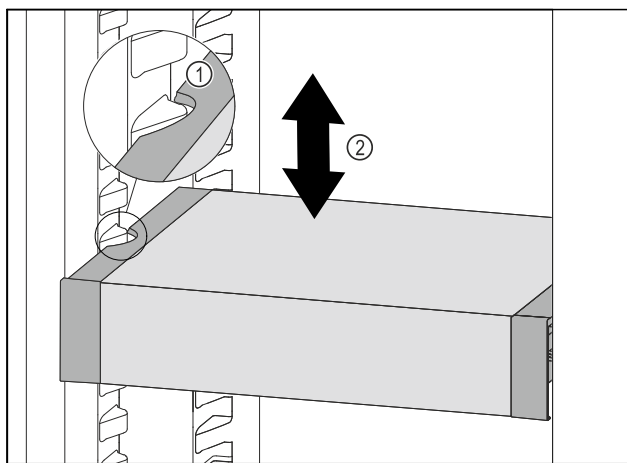

Fig. 105
- Træk VarioSafe fremefter, indtil udsparingerne i siden på VarioSafe er på niveau med beholderribben i kølesektionen. Fig. 105 (1)
- Flyt VarioSafe op eller ned i kølesektionen, indtil den ønskede højde er nået. Fig. 105 (2)